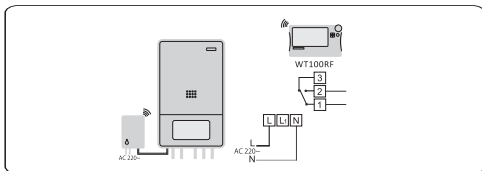

Рис. 5: для моделі без передавача WT100WW
1. Схема управління котлом, рис. 4, рис. 5.